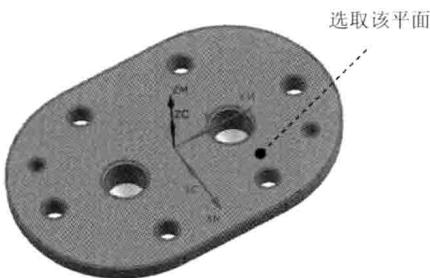

图 1.11 指定顶面
(1) 单击“钻孔”对话框**指定孔**右侧的**选择**按钮，系统弹出“点到点几何体”对话框，单击**面上所有孔**按钮，系统弹出“选择面”对话框。单击
(2) 单击**最小直径 -无**按钮，然后在**直径**文本框中输入9，单击**确定**按钮，选取图1.11所示的面，分别单击“选择面”对话框和“点位选择”对话框中的**确定**按钮，返回“点到点几何体”对话框。
(3) 分别单击“点到点几何体”对话框中的**优化**按钮、**最短刀轨**按钮、**优化**按钮、**接受**按钮，然后单击**确定**按钮，返回“钻孔”对话框。
Step2. 指定顶面。单击“钻孔”对话框**指定顶面**右侧的**选择**按钮，系统弹出“顶部曲面”对话框；在“顶部曲面”对话框的**顶面选项**下拉列表中选择**面**选项，选取图1.11所示的面；单击“顶部曲面”对话框中的**确定**按钮，返回“钻孔”对话框。